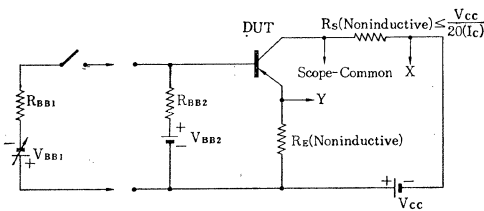

図7 パルス動作 (ON/OFF) ASO測定回路
(2) 図7. は連続パルスにより、トランジスタの ON, OFF を繰り返し、ASO を求めるものです。